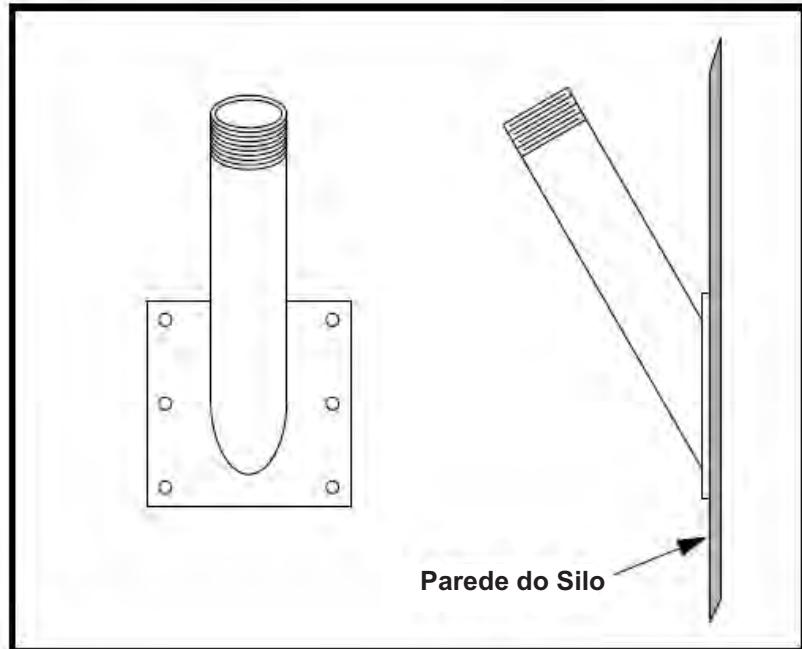

Figura 6. Instalação em reservatórios com revestimento
c. Se o reservatório tiver um revestimento (figura 6), o tubo deverá passar através das duas camadas, evitando danos no canhão de ar.